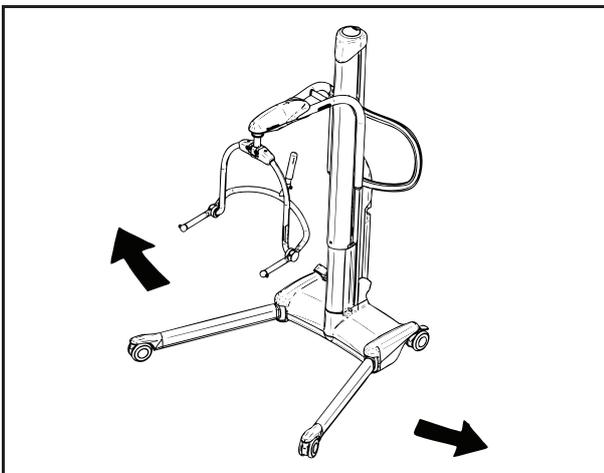

Fig. 13
(Vedere fig. 13) Le ruote posteriori dello chassis sono dotate di freni a pedale per mantenere il sollevapazienti MAXI MOVE in posizione.
**ATTENZIONE:** le ruote pivotanti posteriori dello chassis sono provviste di freni azionabili con il piede (vedere fig. 13). Non azionare i freni dello chassis in questa fase della procedura di sollevamento per consentire al baricentro del paziente di adattarsi al sollevapazienti mentre viene sollevato.